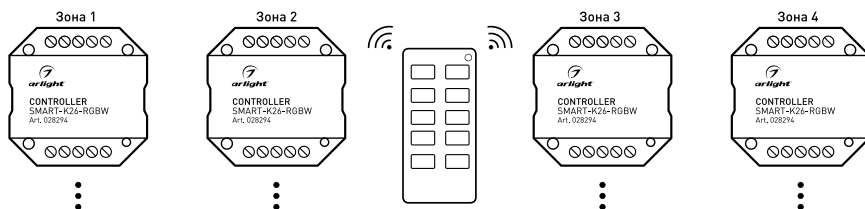

Рисунок 4. Вариант построения системы с 4-зонным пультом дистанционного управления
3.10. При использовании многозонных пультов ДУ или панелей можно построить разветвленную систему управления (рисунок 4).